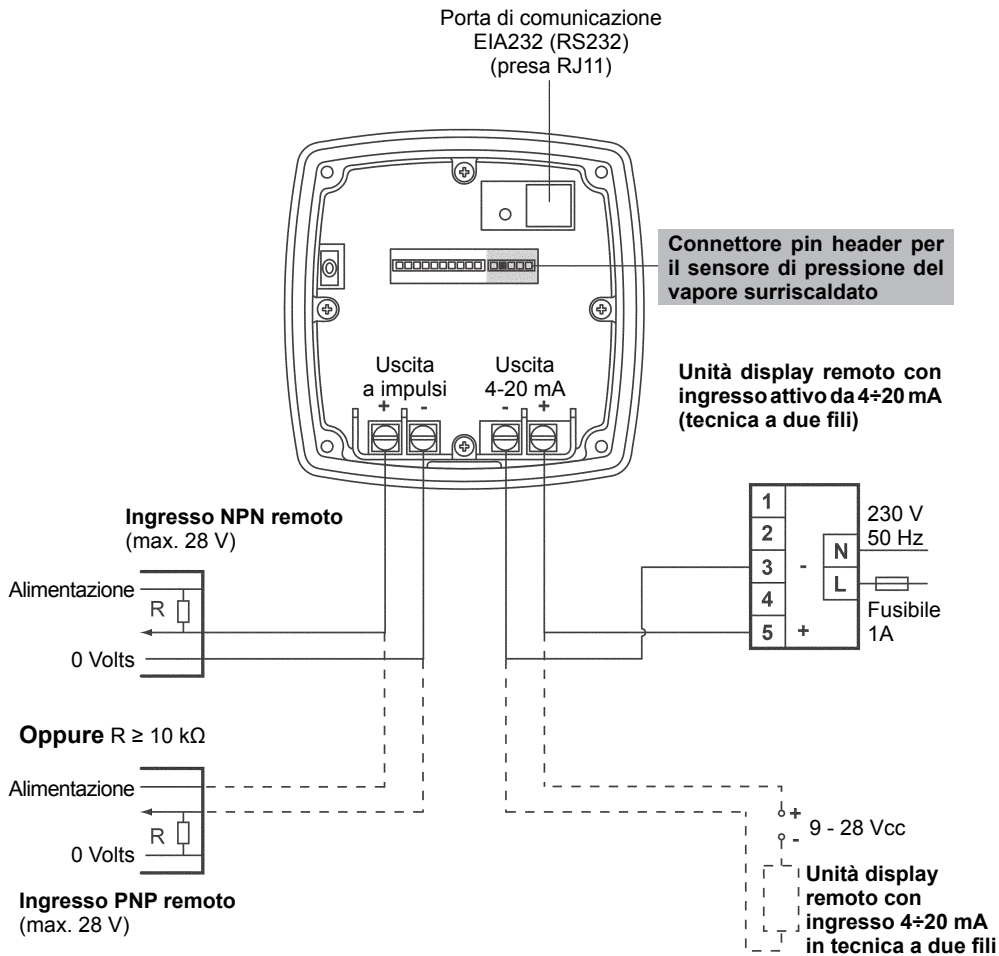

Fig. 20 - Diagramma di cablaggio
Si accede ai terminali di cablaggio rimuovendo il pannello posteriore della custodia. Un tipico schema di cablaggio ad anello è mostrato in Fig. 20. Se si acquista un'unità display remoto, deve essere configurata e impostata allo stesso valore di FS del TVA, (@ 20 mA). Se l'uscita del TVA 4-20 mA viene ricalibrata (vedere paragrafo 4.6.1), è importante che sia ricalibrato anche l'ingresso 20 mA sull'unità display.
**Collegare il connettore alla presa pinheader (come illustrato alla Fig. 20) accertandosi che il pin del segnale di blanking sia allineato correttamente con il pin mancante sulla presa.**
Per l'alimentazione del misuratore di portata è necessaria una tensione nominale di 24 Vcc. Comunque, il misuratore di portata TVA funzionerà in modo corretto finché l'alimentazione resterà nel campo di tolleranza indicato nella Fig. 20. Una singola unità di alimentazione è in grado di alimentare molti trasmettitori. Essa può essere montata in sala controllo o in campo, ma non può essere sullo stesso anello. Fare riferimento alle raccomandazioni del fabbricante dell'unità di alimentazione per quanto riguarda considerazioni ambientali e di montaggio.